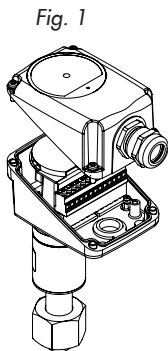

Fig. 2
- Steckkontakte nach oben abziehen. Es ist kein Schraubenzieher notwendig (Fig. 2/3).
- Déconnecter les contacts à fiches. Un tournevis n'est pas nécessaire (Fig. 2/3).
- Lift slide-in contacts. A screwdriver is not necessary (Fig. 2/3).